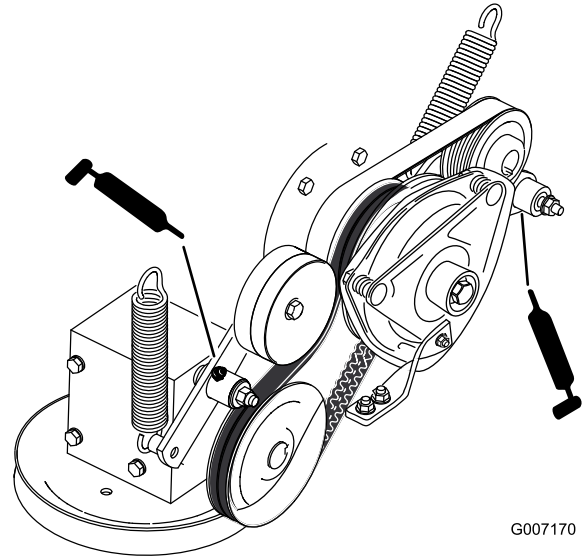

Bild 41
9. Schmieren Sie den Spannarm des Zapfwellenkeilriemens (Bild 41).
10. Schmieren Sie den Spannarm des Pumpenriemens (Bild 41).